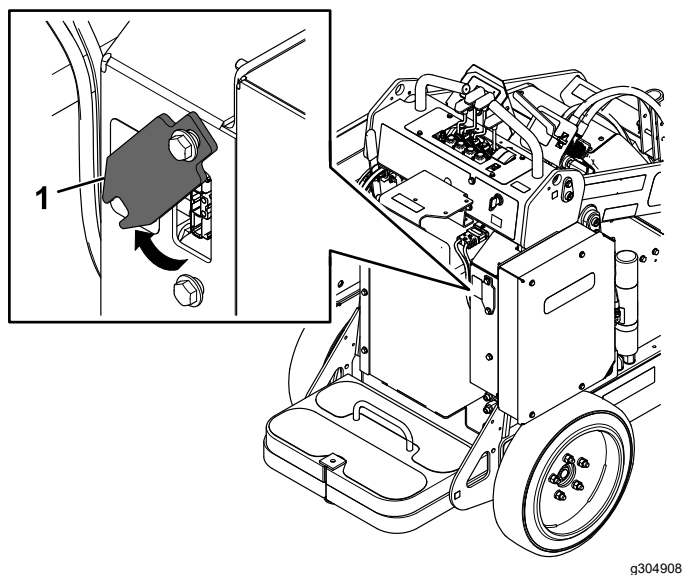

Рисунок 23
6. Поднимите крышку зарядного устройства вверх и отведите ее в сторону (Рисунок 23).
10. Переместите крышку зарядного устройства на штатное место и сдвиньте вниз верхний болт (Рисунок 23).